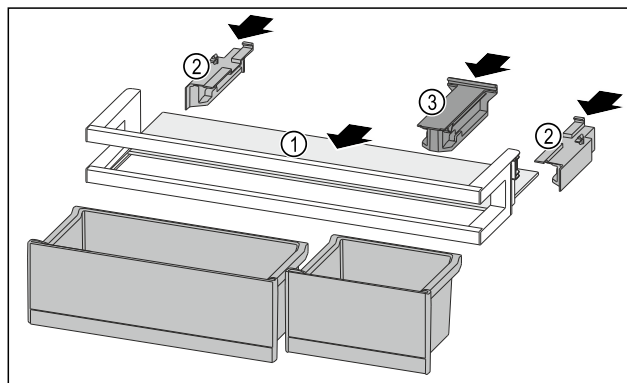

Fig. 267
- Insérer la tablette de rangement Fig. 267 (1) dans les évidements latéraux.
- Installer les parties latérales Fig. 267 (2).
- Installer la pièce de retenue Fig. 267 (3).